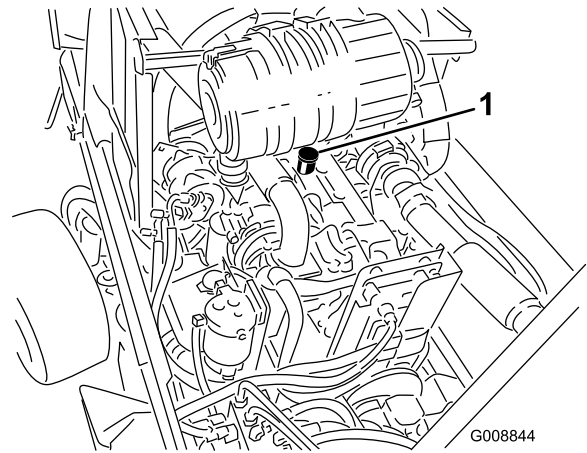

Figure 60
3. Si le niveau d'huile est en dessous du repère minimum, enlevez le bouchon de remplissage et faites l'appoint jusqu'à ce que le niveau maximum soit atteint (Figure 60).